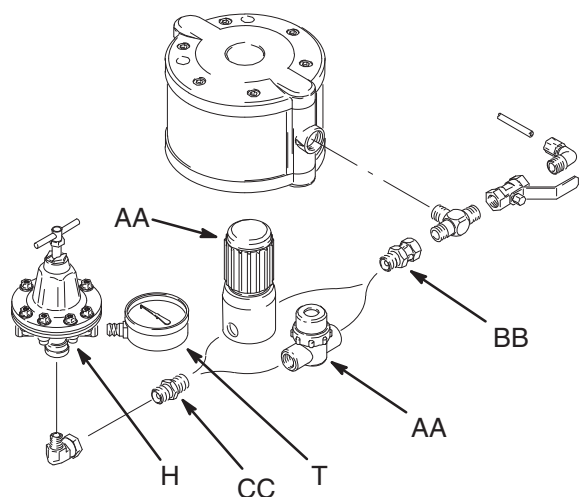

Fig. 2
Se Fig. 2. Installera vätskefiltret mellan pumpens vätskeutlopp och pistolens vätskeslanganslutning. Om en vätskeregulator (H) är monterad måste den vridas så att mätaren (T) går fri från filtret.